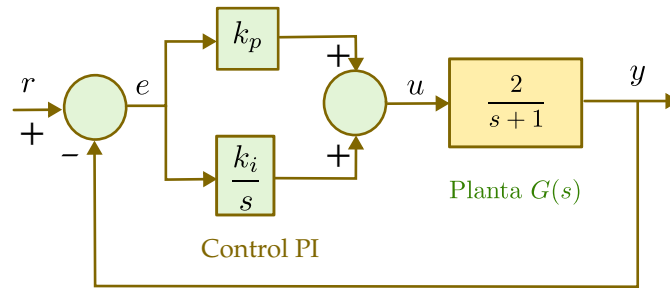
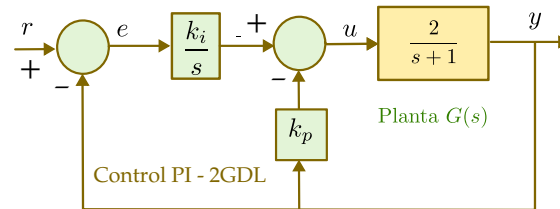

Figura 9: Control PI para la planta $\frac{2}{s+1}$
Figura 12: Implementación de un coeficiente mayor a la unidad.
Y usaremos un control PI como se muestra en la figura 9.
- e) Ahora vamos a realizar el sistema de lazo cerrado de la figura 9. Diseñe y dibuje el esquema de computo analógico que implementa el sistema de lazo cerrado de la figura 9. Tenga en cuenta las inversiones de signo que producen los sumadores e integradores. Use el mínimo número de bloques.
- j) Haga los cambios **mínimos** necesarios en el esquema que hizo para implementar el PI de la figura 9, de forma que ahora implemente un control PI de dos grados de libertad, como el mostrado en la figura 12.